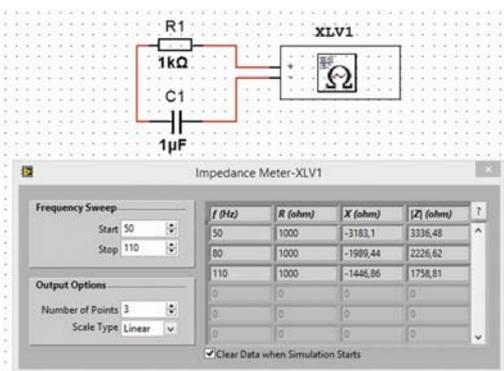

**Рис. 13. Измерение выходных характеристик транзистора с помощью BJT Analyzer**
**BJT Analyzer** выполняет функции характеристикиографа и позволяет снимать выходные характеристики транзисторов *NPN* и *PNP* в заданном диапазоне токов базы и напряжения коллектор-эмиттер. На рис. 13 приведена схема подключения транзистора к характериографу и результаты измерения его выходных характеристик. Для анализа характеристик необходимо задать в окне *V\_CE Sweep* начальное и конечное значения напряжения коллектор-эмиттер и шаг его изменения, а в окне *I\_B Sweep* – аналогичные параметры для тока базы. Каждая характеристика по умолчанию выводится разным цветом в виде непрерывной линии. Нажав правой кнопкой "мыши" в окошке с линией, цвет или вид которой нужно изменить, можно откорректировать вид графика, тип линии и ее цвет с помощью выпадающего меню. В этом же меню можно выбрать пункт экспорта полученных данных в Excel или в буфер обмена Windows.